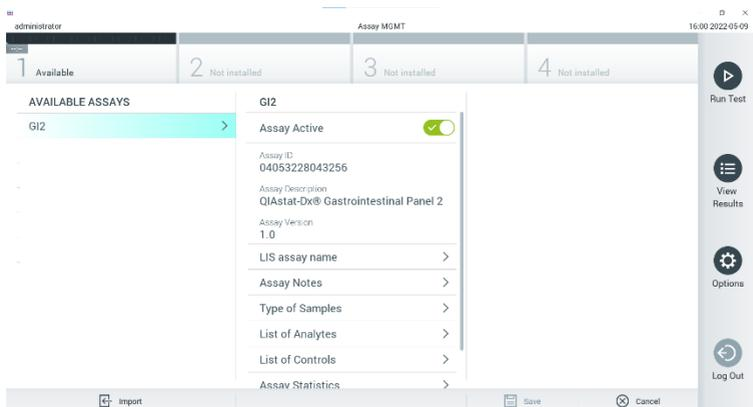

Figura 57. Attivazione dell'esame.
7. L'esame diventa attivo selezionando Assay Active (Esame attivo) (Figura 57).